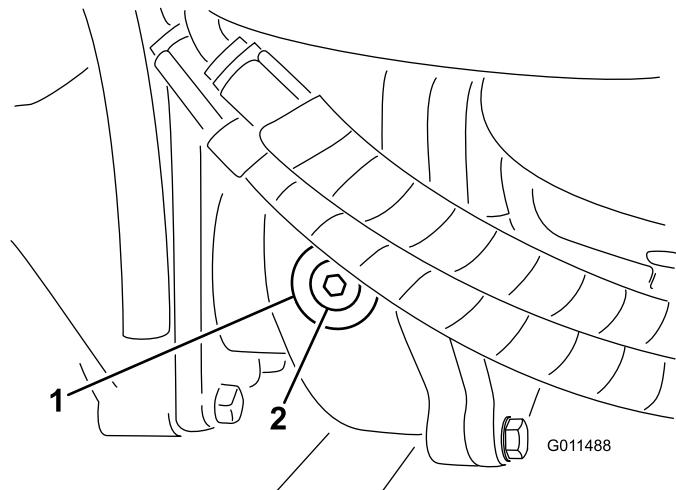

Figura 81
2. Retire el tapón de verificación/llenado del lado izquierdo de la caja de engranajes y asegúrese de que el lubricante llega al borde inferior del orificio (Figura 81).